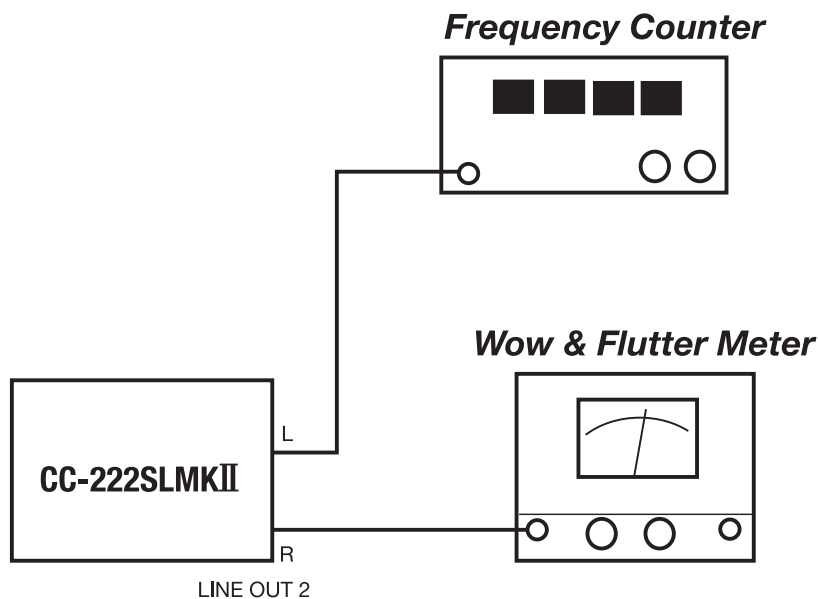

Fig. 5-1
1. Connect a frequency counter to the deck as shown in Fig. 5-1.
1. Connect a wow-and-flutter meter to the deck as shown in Fig. 5-1.
1. Fig. 5-1 のように周波数カウンターを接続する。
1. Fig. 5-1 のようにワウフラッタメーターを接続する。